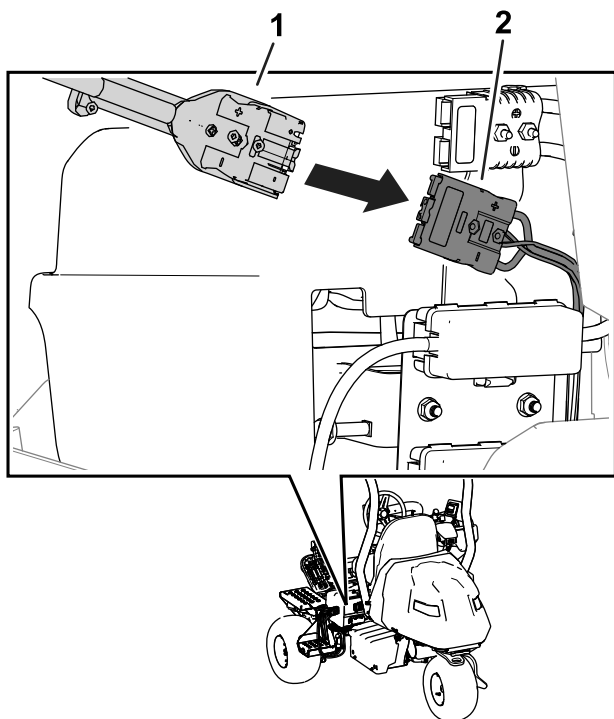

Figure 33
7. Insérez le connecteur de sortie du chargeur dans le connecteur du chargeur sur la machine (Figure 33).